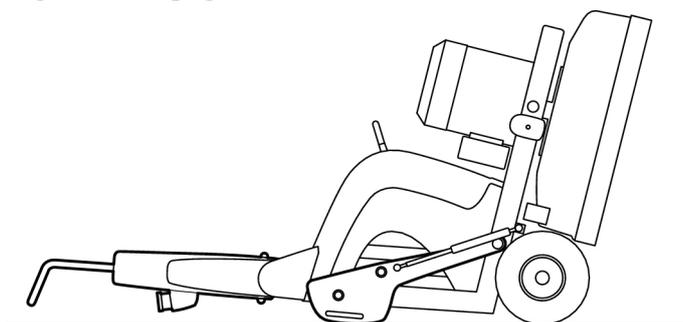

Figure 4-11. Machine au sol
4. Basculez la machine davantage en arrière jusqu'à ce qu'elle touche le sol, voir Figure 4-11, page 22.